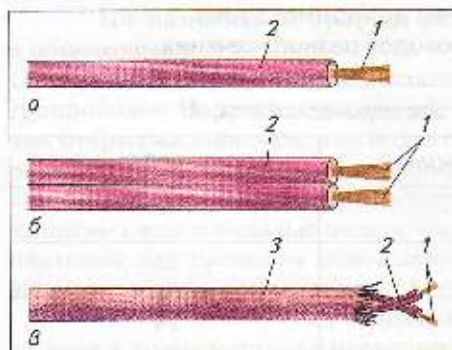

Рис. 65. Провода и шнуры для низковольтных цепей и бытовых электроприборов:
- провода марки ПГВ (рис. 65, а) имеют жилу 1, состоящую из тонких медных проволочек. Жила покрыта полихлорвиниловой изоляцией 2;
- шнур марки ШБПВ (рис. 65, б) представляет собой две медные жилы 1, покрытые общей полихлорвиниловой изоляцией 2;
- шнур марки ШБРО (рис. 65, в) состоит из двух медных многопроволочных жил 1, покрытых резиновой изоляцией 2. Жилы заключены в общую оболочку 3 из хлопчатобумажной или шёлковой пряжи.